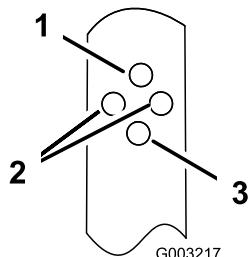

Figura 14
- Introduzca el perno a través de uno de los taladros de cada uno de los soportes del manillar para ajustar el manillar a la posición deseada (Figura 14).